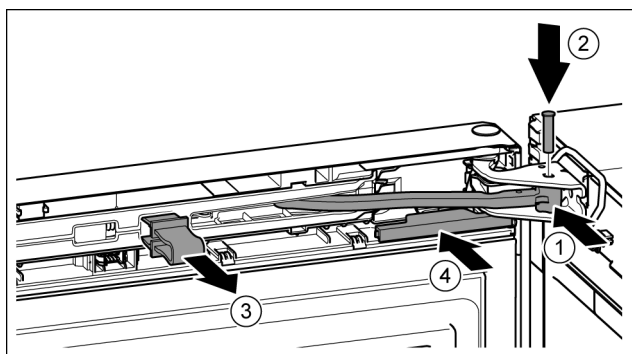

Fig. 49
- ▶ Scharnier in lagerbus draaien. Fig. 49 (1)
- ▶ Bout in de lagerbus en het scharnier aanbrengen. Opletten dat hierbij de vergrendelnok correct in de groef zit. Fig. 49 (2)
- ▶ Borging verwijderen. Fig. 49 (3)
- ▶ Afdekking erop schuiven. Fig. 49 (4)